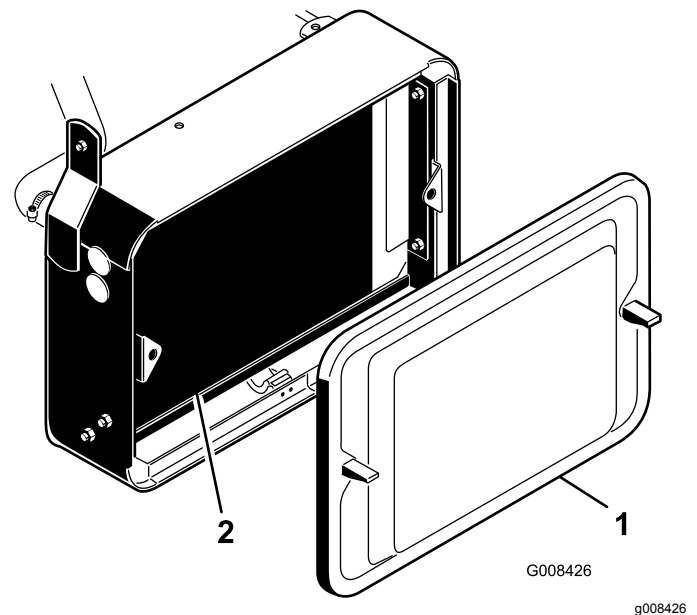

Bild 43
1. Entfernen Sie das Gitter (Bild 43).